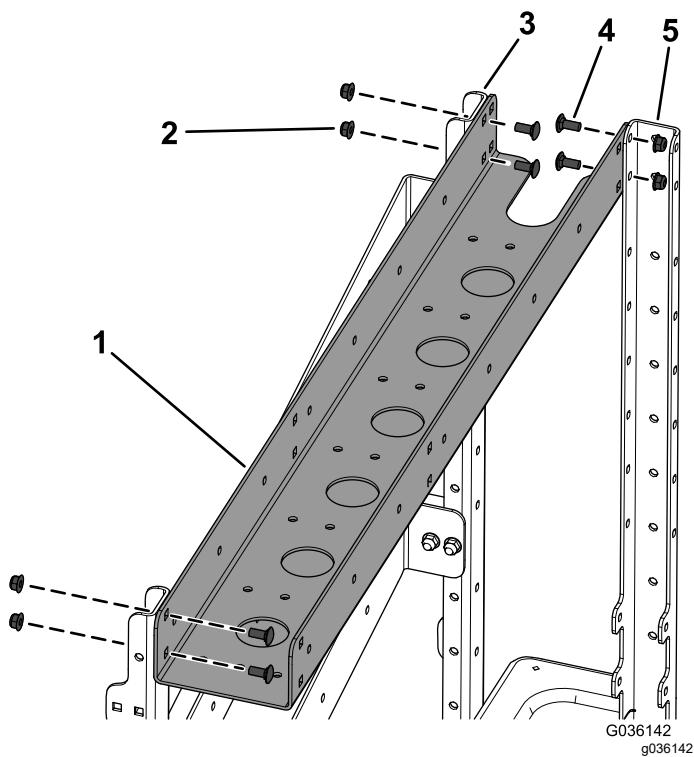

图 5
4. 如图 5 所示用 6 个托架螺栓 $5/16 \times 3/4$ 英寸和 6 个凸缘螺母 $5/16$ 英寸将管道托架安装到 2 个侧立架支架和前立架支架上。